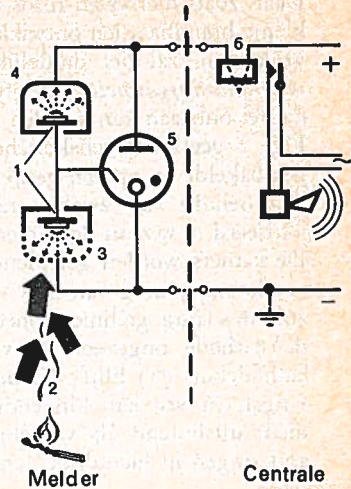

Fig. 2
Fig. 2 geeft het schakelschema van deze melder. De lucht in twee in serie geschakelde en op een gelijkspanningsbron aangesloten kamers (3 en 4) wordt met behulp van zwakke radioactieve preparaten (1) (americium 241) geïoniseerd, d.w.z. in de kamers ontstaan positieve ionen en negatieve elektronen. De kamers worden geleidend, er gaat een uiterst kleine stroom vloeien en de voedingsspanning van 220 V = verdeelt zich over de twee kamers. De kamers zijn dusdanig gedimensioneerd, dat de spanning tussen de stuur-elektrode en de kathode ongeveer 50 volt beneden de ontsteekspanning van de koudkathodebuis (5) blijft. Kamer (3) is de eigenlijke meetkamer waarin de omgevingslucht vrij kan binnendringen; kamer (4) is redelijk goed afgesloten en dient uitsluitend als vergelijkingskamer, met behulp waarvan bovendien veranderingen in luchtdruk, temperatuur en vochtigheidsgraad worden gecompenseerd.